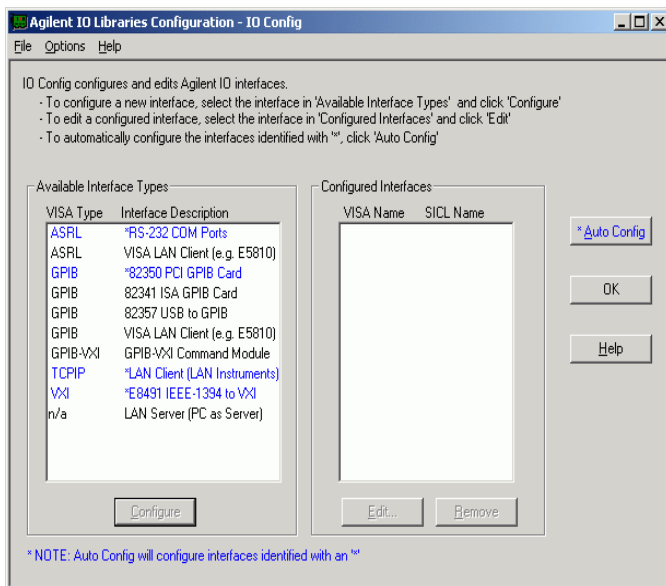

Figura 8 Selezione del tipo di interfaccia adatto dalla finestra I/O Config
- 5 Dall'elenco dei tipi di interfacce disponibili selezionare quello più adatto, cioè "82341 ISA GPIB" se è installata una scheda GPIB Agilent 82341C oppure "82350 PCI GPIB" nel caso sia installata una scheda Agilent 82350 (vedere la Figura 8).